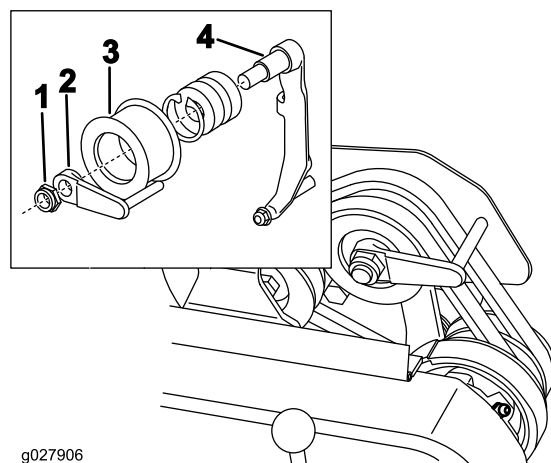

Рисунок 47
- Для облегчения толкания или буксировки машины с выключенным двигателем отрегулируйте направляющую ремня (**Рисунок 47**, врезка) следующим образом: